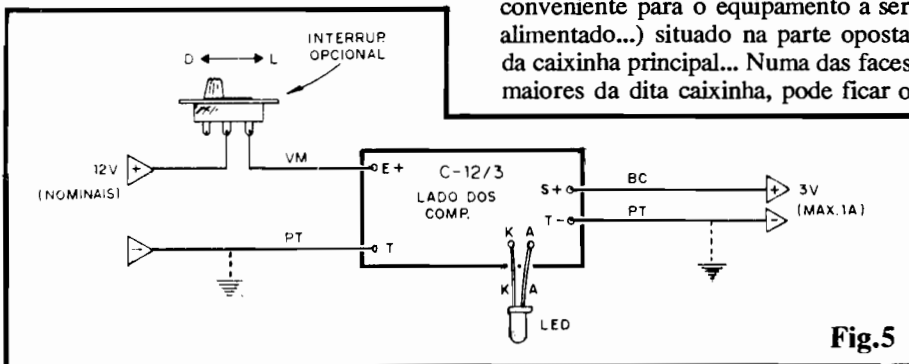

Fig.5
- FIG. 5 - CONEXÕES EXTERNAS À PLACA - Ainda vista pelo lado dos componentes, agora temos a placa com suas ligações externas, aproveitando justamente aquelas "ilhas"/furos que haviam "sobrado" na figura anterior. Atenção à identificação dos terminais do LED em função das suas "ilhas" de ligação, A e K... Cuidado também com a **polaridade** dos fios de Entrada e Saída... Recomendamos o uso do código de cores sugeridos, com **vermelho** para o **positivo** de Entrada, **branco** para o **positivo** de Saída, e **preto** para ambos os **negativos** (que correspondem ao "terra comum" do bloco...). Se for adotado o interruptor geral, este de-